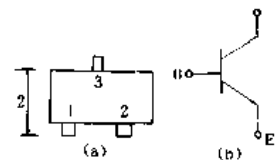

图 41-5
片状晶体管因其体积微小,故有人称之为芝麻三极管。片状晶体管的种类很多,例如 NPN 型、PNP 型、普通型、超高频型、高反压型等。图 41-5 是常见的矩形片状普通型 NPN 晶体管的外形(俯视图)及符号,三个电极 B、E、C 位于壳体两侧。还有一种片状晶体管的三个电极位于同侧。片状晶体管可广泛用于厚膜集成电路、电子模块、超微型收录机和收发报机。
检测一只矩形片状晶体管,其外形与图 41-5(a)相同,该管子的壳体上无任何标记,为叙述方便,现给三个电极分别加上序号①、②、③。